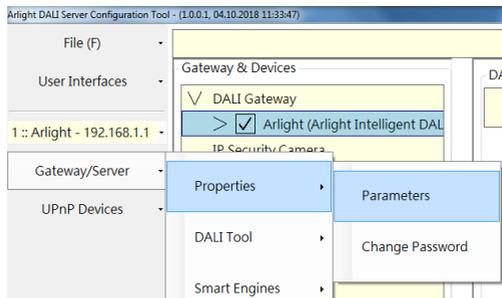

Рис. 4.
4. Для получения детальной информации о контроллере и его настройках нажмите Gateway/Server -> Properties -> Parameters (Рис. 4).